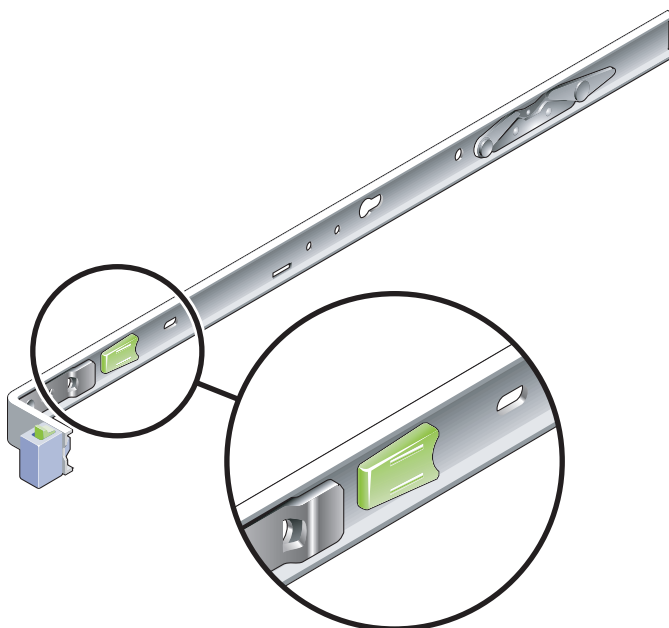

FIGURA 2-2 Pulsante di rilascio della staffa di montaggio
- c. Far scorrere il pulsante di rilascio della staffa di montaggio verso sinistra (FIGURA 2-2), quindi estrarre completamente la staffa di montaggio dalla guida.